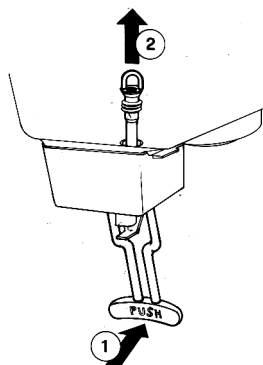

figura 4
- 1 - Premere (1) la leva comando rubinetto e sfilare (2) il gommino rubinetto dalla sua sede verticale sul fondo del contenitore bevanda (vedere figura 4).